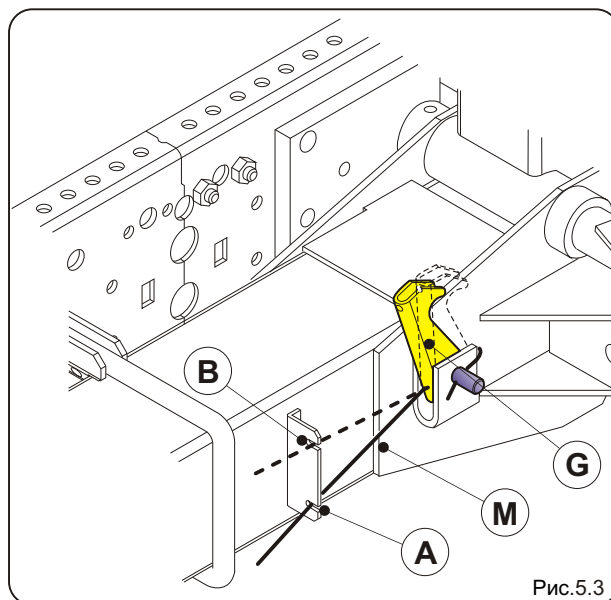

Рис.5.3
- Переместите пружину **М** из положения **А** в положение **В** (рис.5.3)